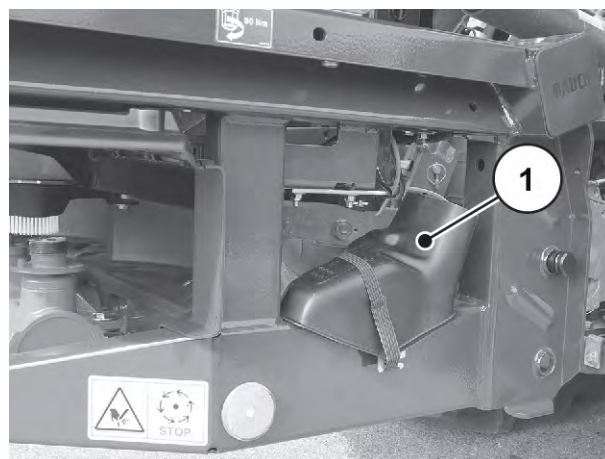

Рис. 35: Положення спускної труби для встановлення норми внесення добрива
- Підготуйте спускну трубу для встановлення норми внесення добрива. Див. *Рис. 35 Положення спускної труби для встановлення норми внесення добрива*